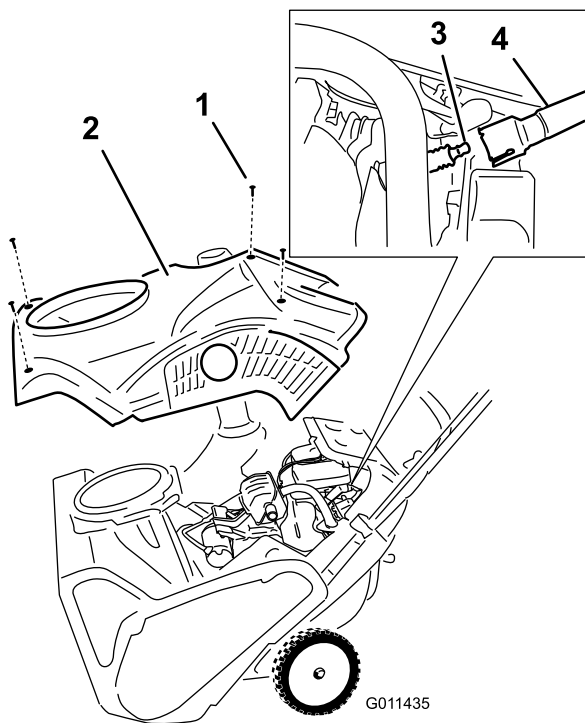

Figure 29
4. Enlevez les 4 vis de fixation du carénage (Figure 29).
6. Déposez le carénage (Figure 29).